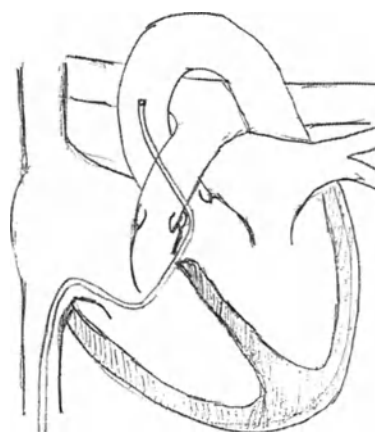

Рис. 5.3.6 – Продвижение длинного катетера в восходящую аорту
- (Рис. 5.3.6) Осторожно продвигайте проводниковый катетер через ДМЖП, пока его наконечник не попадет в восходящую аорту. При этом слегка оттяните артериальный катетер. Как только проводниковый катетер достигнет восходящей аорты, замените через проволоочный проводник артериальный катетер на «pigtail» катетер.